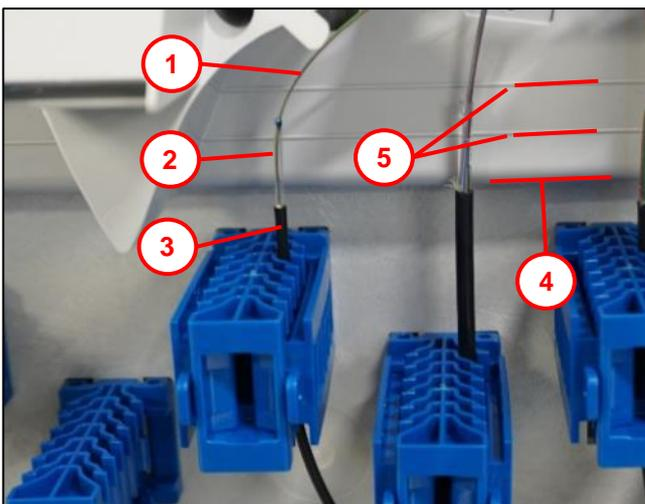

Abb. 31
- Mikrokabel (1) in die Klemmplätze (2) eindrücken, Absetzmaß oberhalb der Klemmplätze siehe Abb. 31.
- Abdeckung (3) einsetzen. Abdeckung hinten einschieben und vollständig einschwenken bis die Rastlasche (4) hörbar einrastet.